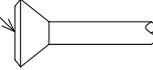

Fig. 14
- Al hacer una conexión acampanada, recubra la superficie interior acampanada solo con aceite de éter o éster. (Consulte la Fig. 14). A continuación, gire a mano la tuerca acampanada 3 o 4 veces y enrósquela en la tuerca.